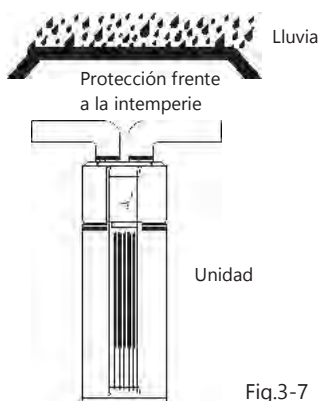

Fig.3-7
- En cuanto a las unidades que se conectan con el conducto que lleva al exterior, se debe realizar en el conducto una medición fiable de resistencia al agua, a fin de evitar que caiga agua en el interior de la unidad. (Fig. 3-7)